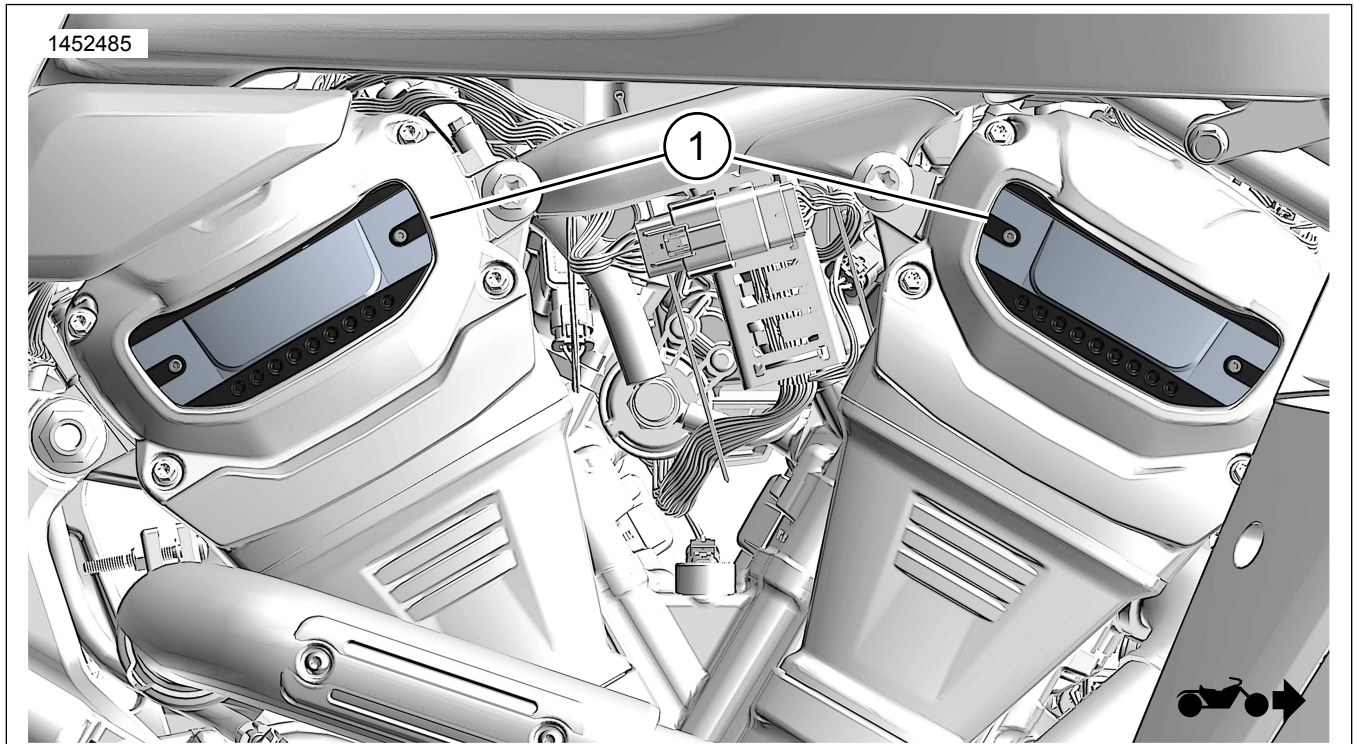

Figure 1. Contenu du kit : Kit insert de couvercle de pignon d'arbre à came
2. Tester l'insert de couvercle de pignon d'arbre à came (1).
4. Retirer la pellicule du dos adhésif de l'insert de couvercle de pignon d'arbre à came (1).
5. Figure 1 Installer l'insert de couvercle de pignon d'arbre à came (1) en utilisant les marques faites précédemment comme guides.